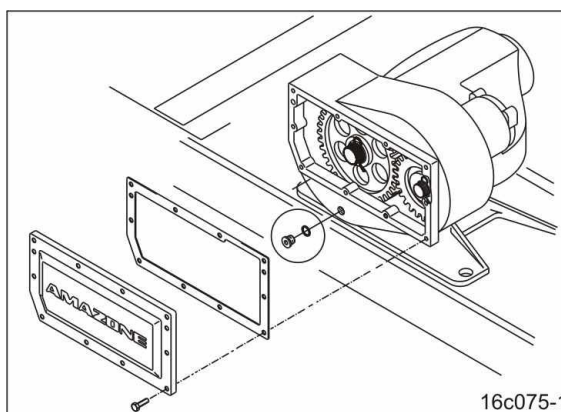

Fig. 158
7. Fjern holdejærene (Fig. 158/1).